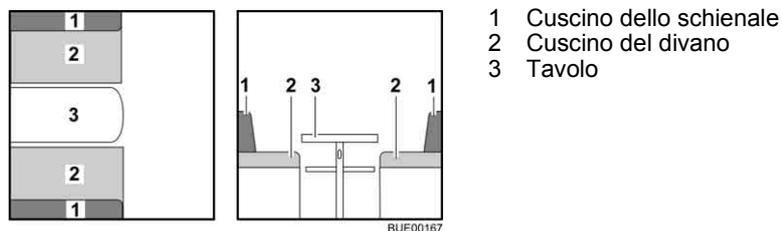

Fig. 70 Prima della trasformazione
- Trasformare il tavolo (Fig. 70,3) in struttura di supporto letto (vedi paragrafo 6.10).